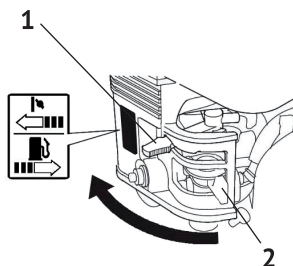

рис.5
- открыть топливный кран (рис.5 поз.2) – крайнее правое положение – «ON»;
- установить рычаг управления воздушной заслонкой (рис.5 поз.1) в крайнее левое положение - „закрыто“ при пуске холодного двигателя, или в промежуточное положение при прогревом двигателя;